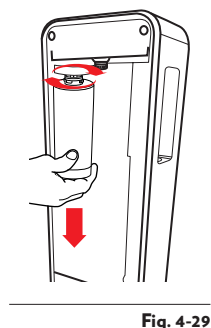

Fig. 4-29
37.3 – Rimuovere il filtro dalla testata, ruotandolo da destra verso sinistra, fino a raggiungere il punto di sblocco. Tirare il filtro verso il basso per estrarlo, nel caso non si dovesse sfilare ripetere l'operazione descritta precedentemente, vedi Fig. 4-29.